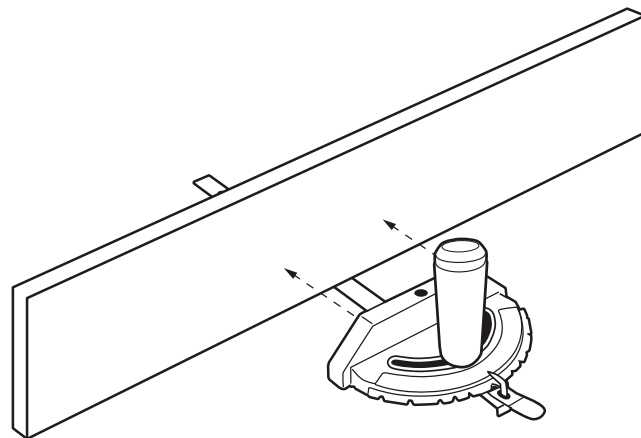

FIGURE 26
Ce parement de bois auxiliaire peut être fixé à l'avant du guide d'onglet en utilisant (2) vis M6 ou de 1/4-20 écrous à tête plate, en plaçant les écrous dans les fentes prévues dans la face du corps du guide d'onglet (Figure 26).